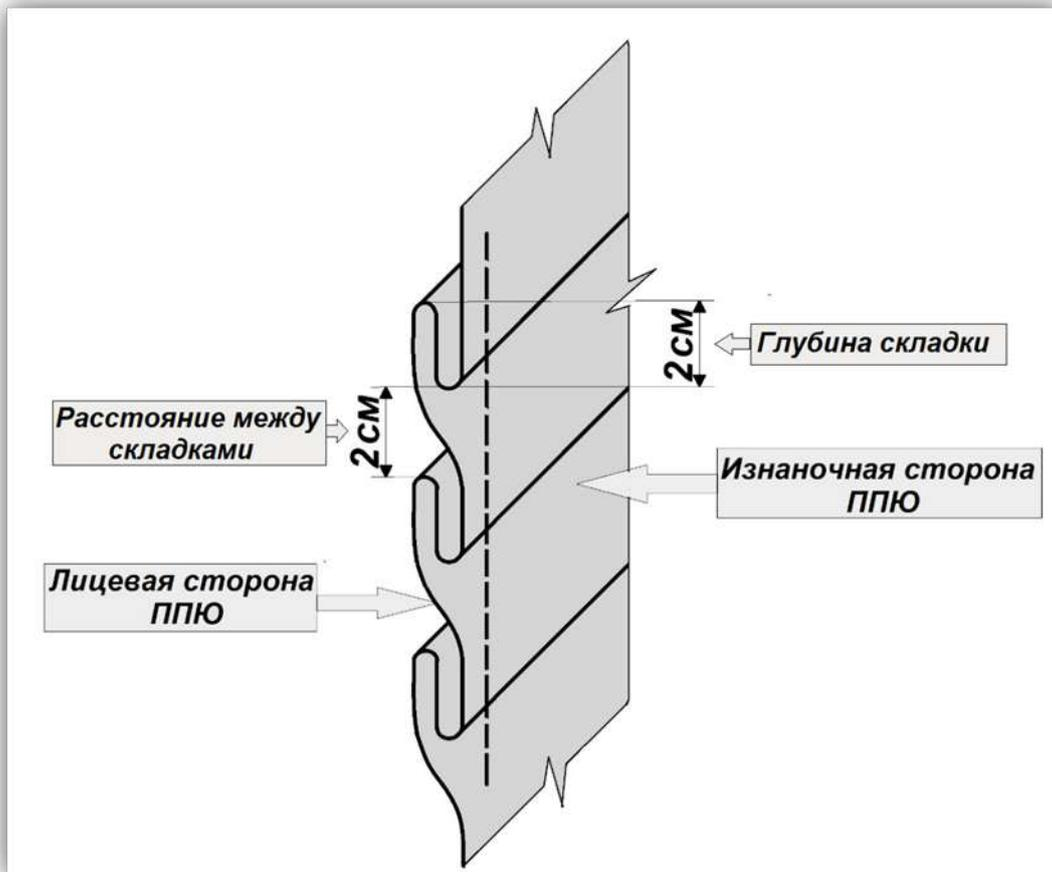

Рисунок 2 – Схема закрепления складок вдоль боковых срезов ППЮ
2) При пошиве можете воспользоваться рекомендованной технологической последовательностью изготовления, приведенной ниже (стр. 7), а также схемой обработки (стр. 8, рис. 2), или применить свой метод изготовления, не ухудшающий качество и полностью соответствующий заданному внешнему виду фрагмента модели женского платья.
1. Заложить на боковых частях ППЮ мягкие складки вдоль боковых швов по надсечкам, закрепить строчкой на расстоянии 0,8-0,9 см от боковых срезов (рис.2).